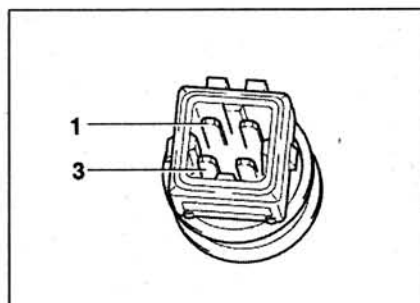
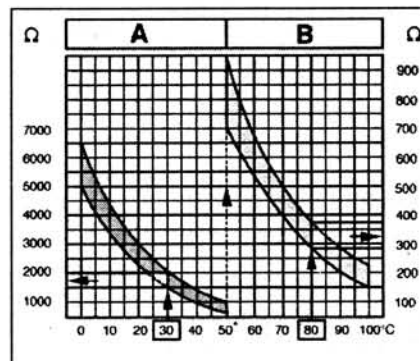

Рис. 3.20. Проверка сопротивления датчика температуры охлаждающей жидкости.
Рис. 3.21. Диаграмма для определения сопротивления датчика температуры охлаждающей жидкости в зависимости от температуры.
9. Отсоедините разъем проводки от датчика (рис. 3.20). Измерьте сопротивление между контактами 1 и 3 разъема проводки датчика. Заданное значение показано на рис. 3.21. Площадь A показывает сопротивление в температурном диапазоне 0-50 °C, площадь B – сопротивление в температурном диапазоне 50-100 °C. Например, температура 30 °C соответствует сопротивлению 1500-2000 Ом, температура 80 °C – сопротивлению 275-375 Ом.